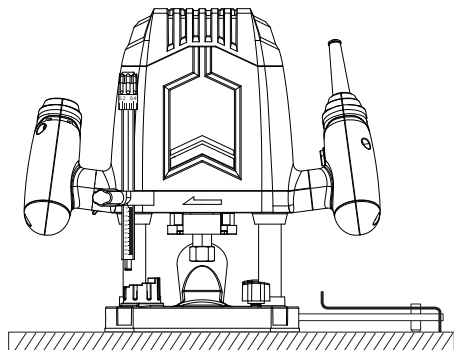

Fig. 31
- > Instale la espiga de centrado (20) en el producto.
- > Marque el centro del círculo y perforo ligeramente la espiga en él. Asegúrese de que no puede deslizarse fuera durante el funcionamiento para conseguir un resultado satisfactorio (Fig. 31, 32).